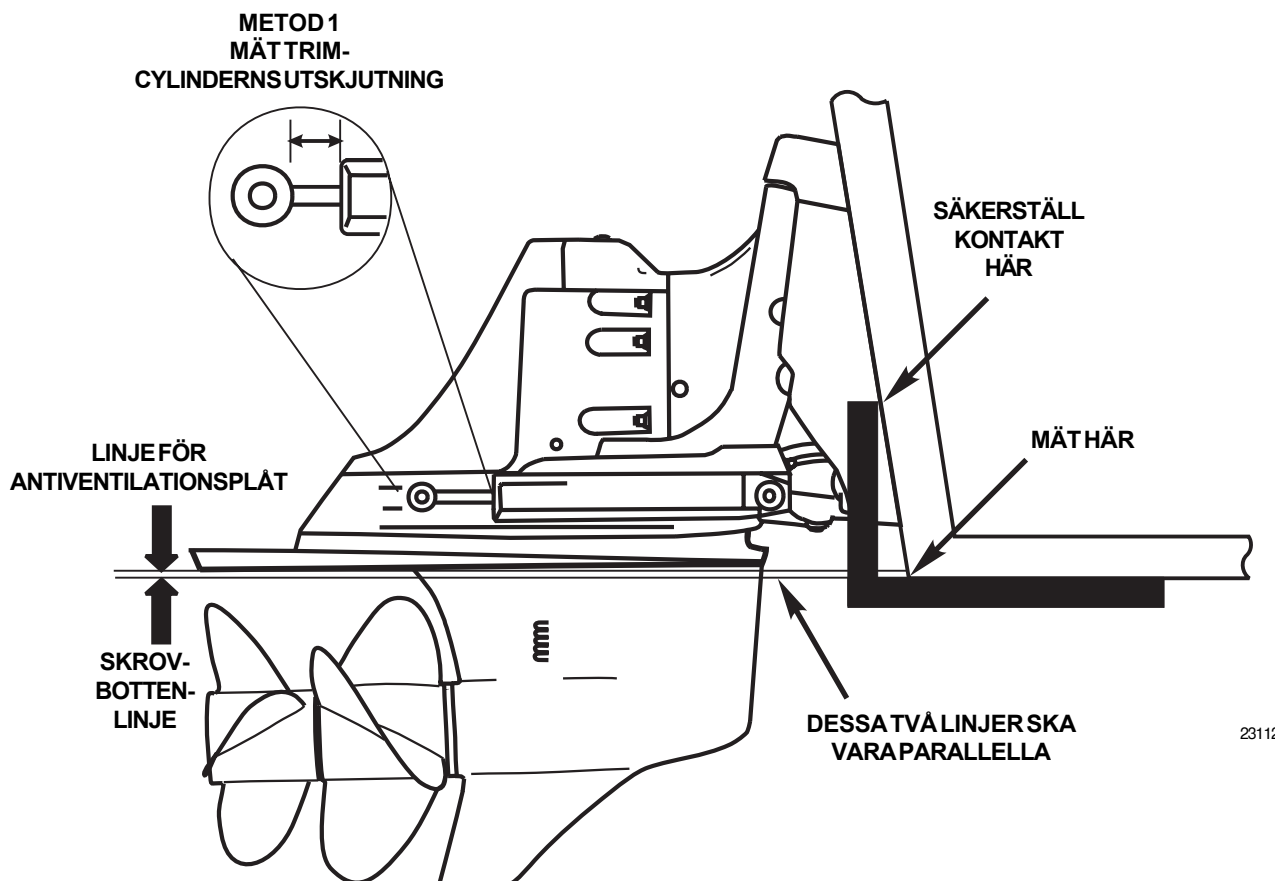

Bild 2. Fastställa rätt placering av drev för inställning av gradskiva
Trimbegränsningssystemet har tre inställningspunkter som begränsar drevets trim- och lyftområde. Fabriksinställningarna för dessa gränser är baserade på en båt med en akterspegelvinkel på 13°. Trim för en akterspegelvinkel på 13° är begränsat till +5° till -2° för DuoProp® och +12° till -6° för SX. Lyftet är begränsat till 45° på båda modellerna. Vid behov kan dessa gränser ändras för att passa andra akterspegelvinklar och/eller badbryggor. **För rätt inställning av trimbegränsaren måste först 'noll' trim fastställas enligt bild 2.** Vi redogör här för två olika metoder för fastställning av noll trim. Metod 1 kräver att installatören känner till båtens akterspegelvinkel. Metod 2 används om akterspegelvinkeln inte kan fastställas på ett enkelt sätt.
2. När noll har fastställts ska drevet och båtens botten "synas", enligt bild 2, för att verifiera noggrannheten. Om antiventilationsplåten och båtens botten inte verkar vara parallella ska metod 2 användas för att nolla ut drevet.
2. **VIKTIGT!** Placera båten i en fast förankrad vagga, på en trailer eller annan hållanordning för båtar. Justera drevet så att antiventilationsplåten löper parallellt med båtens botten, se bild 2. Lägga en riktlinjal längs båtens botten för enklare identifiering av linjerna. På vissa båtar kan det finnas en liten krok i skrovet i närheten av akterspegeln.